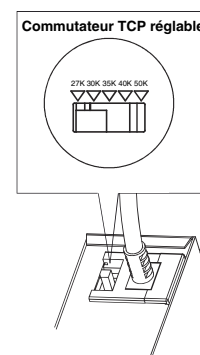

Fig. 3
- 8.) Utiliser le commutateur TCP sur le câble du connecteur pour sélectionner 2700K, 3000K, 3500K, 4000K ou 5000K. (**Fig. 3**)